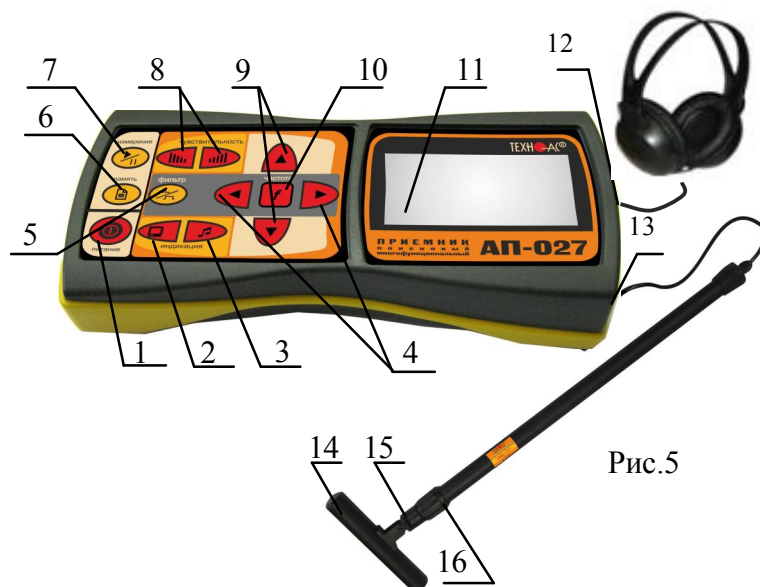
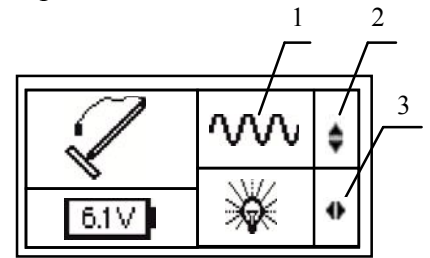
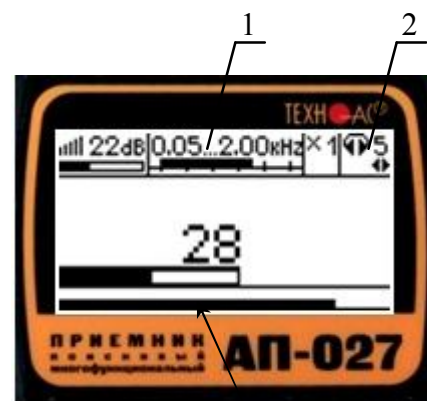

Рис.5
Рис.6
Fig.11 3
Используемое оборудование (рис.5): приемник АП-027, электромагнитный датчик ЭМД-237, головные телефоны.
Подключить к соответствующим разъемам приемника электромагнитный датчик поз.13 рис.5 и головные телефоны поз.12 рис.5 (при необходимости).
Привести электромагнитный датчик из транспортного в рабочее положение для этого: ослабить стопорную гайку поз.16, раздвинуть штангу до требуемого размера и зафиксировать стопорной гайкой. Ослабить фиксирующую гайку поз.15 и установить электромагнитную антенну поз.14 датчика в положение, используемое в трассопоиске. Горизонтальное положение (рис.5) – трассопоиск по методу максимума, транспортное положение – трассопоиск по методу минимума.
4.2.1 Включить питание приемника АП-027 кнопкой ① поз.1 рис. 5.
4.2.2 В «стартовом» окне рис.6 на индикаторе приемника проверить:
4.2.3 Проверить вид принимаемого сигнала поз.1 рис.6. Принимаемый сигнал «непрерывный \sim » выбирается автоматически. При появлении на индикаторе значка «импульсный \sim », что могло произойти в результате случайного нажатия на кнопки, следует выбрать в стартовом окне символ «непрерывный \sim » любой из кнопок $\blacktriangle/\blacktriangledown$ поз.9 рис.5. (см. подсказку поз.2 рис.6)
4.2.4 Установить необходимый уровень подсветки индикатора приемника, используя для этого кнопки $\blacktriangle/\blacktriangleright$ поз.4 рис.5 (см. подсказку поз.3 рис.6).
4.3.1 Запустить режим «измерение» кнопкой $\blacktriangleright_{||}$ поз.7 рис.5.
4.3.2 Выбрать режим «широкая полоса» нажатием на кнопку фильтр $\text{---}\text{---}\text{---}$ поз.5 рис.5. На индикаторе появится символ широкой полосы $0.05...2.00\text{kHz}$ поз.1 рис.7.
В случае трассировки кабеля под напряжением или трубопровода с катодной защитой выбрать частоту 100 /120 Гц, нажав кнопку «частота» f поз.10 рис.5, используя для этого кнопки $\blacktriangle/\blacktriangleright$ поз.4 рис.5. Наблюдать за величиной выбранной частоты на индикаторе поз.1
4.3.3 Выйти из режима регулировки фильтра, нажатием кнопки «частота» f поз.10 рис.5. На индикаторе в зоне окна поз.1 рис.7 исчезнет указатель подсказки $\blacktriangle\blacktriangleright$ и появится в зоне поз.2 рис.7 (возможность регулировки звука).
4.3.4 Установить комфортную громкость звука в телефонах поз.2 рис.7 кнопками $\blacktriangle/\blacktriangleright$ поз.4 рис.5 (если кнопки не используются для регулировки фильтра).
4.3.5 Установить уровень входного сигнала кнопками «чувствительность» $|||$ и $||$ поз.8 рис. 5 по индикатору «узкая шкала» (предпочтительно на 50...70% от максимума) поз.3 рис. 7.
4.3.6 Установить необходимый коэффициент усиления фильтрованного сигнала множителем « $\times 1/2/4/8$ » нажимая на кнопки $\blacktriangle/\blacktriangledown$ поз.10 рис.5, не допуская при этом перегрузки.
4.5.1 Начинать работу по трассопоиску следует в режиме «Широкая полоса», в котором приемник воспринимает сигналы от любых коммуникаций в диапазоне частот от 0,05 до 2,0 кГц: кабели под напряжением, трубопроводы с катодной защитой, протяженные трубопроводы с наведенным излучением. Для этого включить режим «измерение» кнопкой $\nabla_{||}$ поз.7 рис.5., выбрать режим «широкой полосы», то есть выключить фильтр кнопкой ∇_{\perp} поз.5 рис.5.
4.5.3 Для определения кабелей (из числа найденных коммуникаций), находящихся под напряжением промышленной частоты 50...60 Гц, используется режим 50...60 Гц. В этом режиме из широкого спектра сигнала выделяется лишь небольшая полоса частот с центральной частотой 50...60 Гц. Для входа в режим 50...60 Гц включить фильтр кнопкой ∇_{\perp} поз.5 рис.5, нажать на кнопку частота f поз.10 рис.5 и выбрать центральную частоту фильтра 50...60 Гц кнопками $\blacktriangleleft/\blacktriangleright$ поз.4 рис.5.
4.5.4 Наблюдать за величиной выбранной частоты на индикаторе поз.1 рис.11. При выборе частоты 50/60 Гц
Выйти из режима регулировки фильтра, нажатием кнопки «частота» f поз.10 рис.5. На индикаторе в зоне окна поз.1 рис.11 исчезнет указатель подсказки ∇_{\perp} и появится в зоне поз.2 рис.11 (возможность регулировки звука).
4.5.5 Установить комфортную громкость звука в телефонах поз.2 рис.11, для этого нажать на кнопку режима звуковой индикации поз.3 рис.5 и отрегулировать громкость кнопками $\blacktriangleleft/\blacktriangleright$ поз.4 рис.5 (если кнопки не используются для регулировки фильтра).
4.5.6 Установить уровень входного сигнала кнопками «чувствительность» III и IIII поз.8 рис. 5 по индикатору «узкая шкала» (предпочтительно на 50...70% от максимума) поз.3 рис. 11.